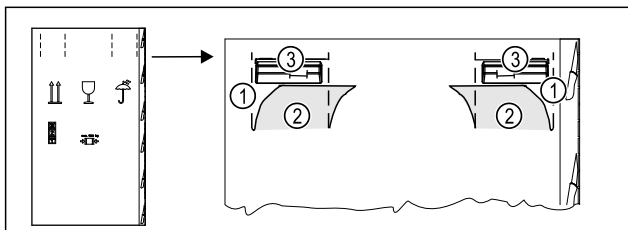

Fig. 4
- ▶ Fent, a perforálásnál Fig. 4 (1) nyomja be a csomagoló kartont.
- ▶ Húzza ki a benyomott fűleket Fig. 4 (2).
- ▶ A jobb és a bal oldalon látható a hordfogantyú Fig. 4 (3).
- ▶ Tartsa meg a készüléket a hordfogantyúknál Fig. 4 (3).